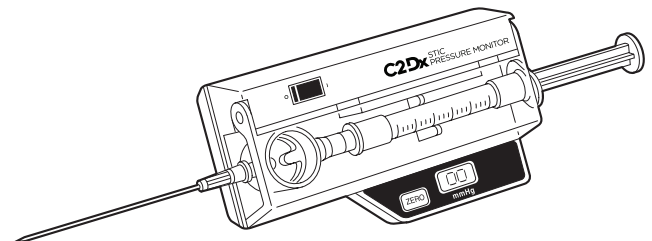

Figure 3
9. Déterminer approximativement l'angle d'insertion de l'aiguille dans la peau. Pour assurer la précision, l'affichage doit indiquer -8 à +9 mmHg. Appuyer sur le bouton ZERO. L'affichage indiquera « 00 » après environ 2 secondes. Voir Figure 3.